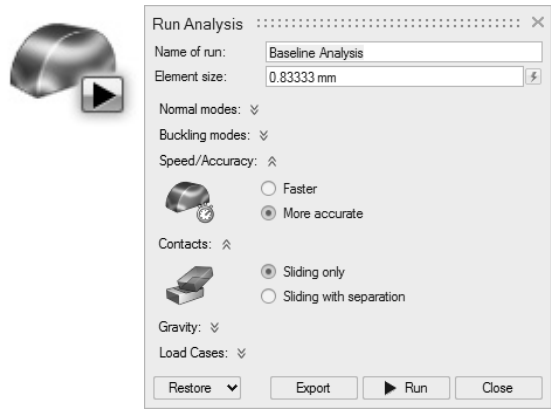

图 8-4
2) 单击分析图标中的运行分析图标，打开运行分析窗口，如图 8-4 所示。